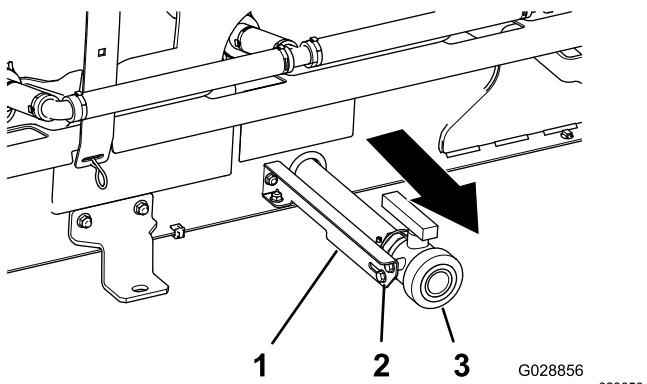

Figure 11
A. Sur le côté gauche de la cuve, desserrez les 2 boulons à embase qui fixent le robinet de vidange au support de vanne (Figure 11).
B. Déplacez le robinet de vidange vers l'extérieur, au bout des fentes du support (Figure 11).
- C. Serrez les 2 boulons à embase (Figure 11).